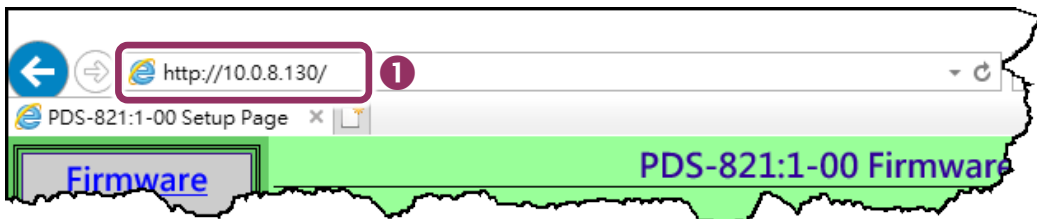

图 6-1-1
1. 打开网页浏览器，在地址字段输入 PDS-8x1 的 IP 地址，然后按键盘上的“Enter”，连接到 PDS-8x1 的网页服务器。(参考至图 6-1-1)